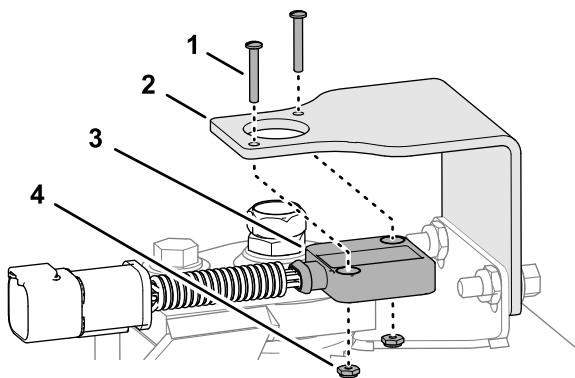

Figura 10
3. Monte el sensor de la posición de la dirección en el soporte del sensor con 2 tornillos de cabeza redonda (N.^o 4 × 3/4") y contratuerca (N.^o 4), y apriete los tornillos y las contratuerca (Figura 10).